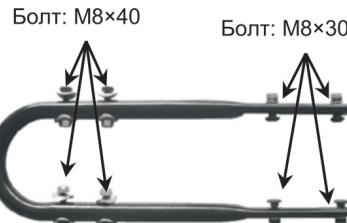

Рис. 2
1. Развинтите 4 болта M8x40 и 4 болта M8x30 от U – образной соединительной трубы (рис. 2);